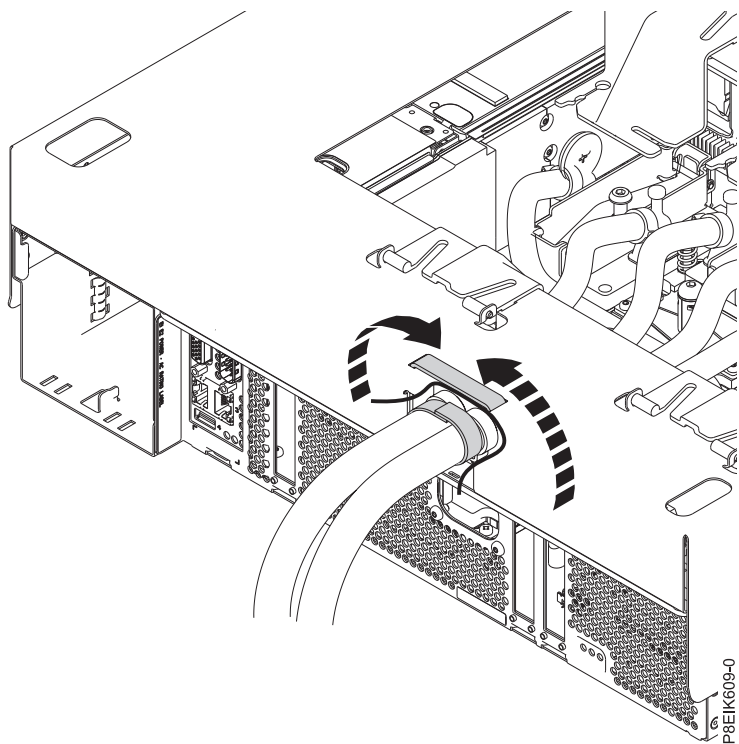

Figura 13. Fijación de las mangueras de agua a la portadora
9. Utilizando los mecanismos de sujeción, fije las mangueras de agua a la portadora de instalación de la placa refrigeradora como se muestra en la Figura 13 en la página 12.